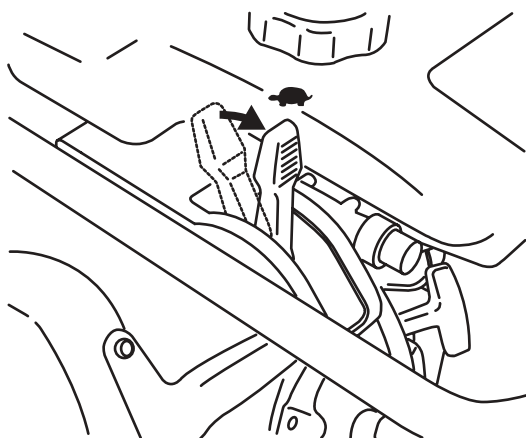

Рис. 4-1
1. Переместите рычаг дросселя в положение холостых оборотов (  ). После этого автоматически откроется топливный кран и замкнется электроцепь двигателя (рис. 4-1).